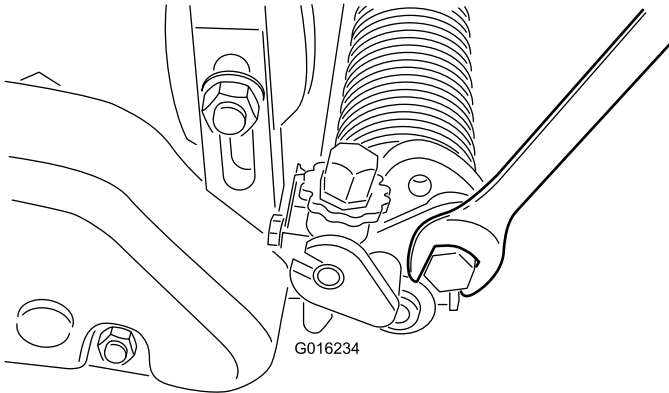

Figura 21
A. Desaperte os parafusos nos braços direito e esquerdo do rastelo (Figura 21).
C. Aperte as porcas para manter o ajuste (Figura 21).